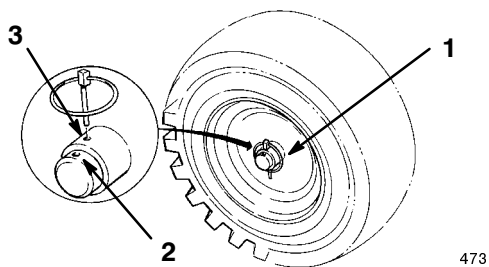

Figure 4
6. Glissez les roues vers l'intérieur et insérez les goupilles d'essieu dans les trous du moyeu et le trou **intérieur** de l'essieu (Fig. 4).